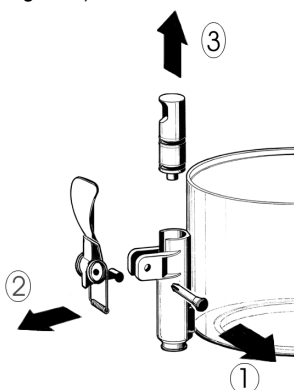

figure 1
- 3 Démontez le robinet selon la séquence indiquée (voir figure 1).
3 Ré assemblez le robinet sur le conteneur, dans le sens inverse des indications de démonstration (voir figure 1).